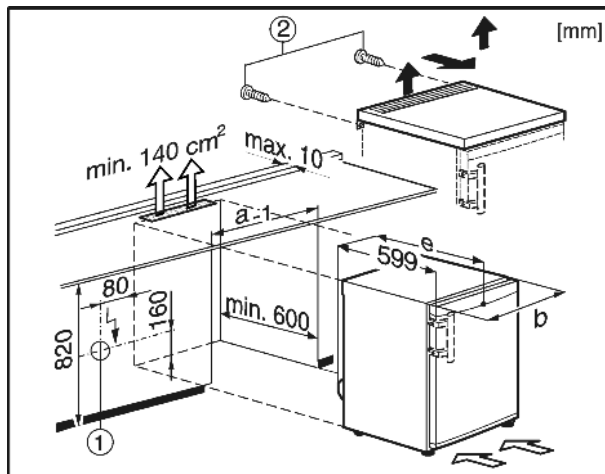

Fig. 9
Wtyczka Fig. 9 (1) musi znajdować się poza obrysem urządzenia i musi być łatwo dostępna.
- ▶ odkręcić śruby Fig. 9 (2) z tyłu.